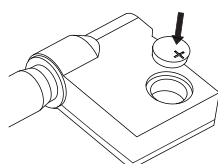

Fig.2
- Placez une pile CR2032, le côté positif de la pile étant orienté vers l'extérieur (Fig.2).